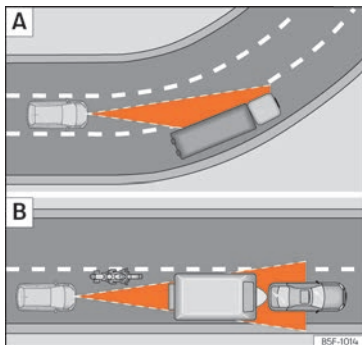

Abb. 238 [A] Fahrzeug in einer Kurve. [B] Vorausfahrender Motorradfahrer außerhalb des Erfassungsbereichs des Radarsensors.
Beim Ein- oder Ausfahren einiger Kurve kann es vorkommen, dass der Radarsensor das vorausfahrende Fahrzeug nicht mehr erfasst oder auf ein Fahrzeug auf der Nebenspur reagiert »» **Abb. 238** [A]. Es ist möglich, dass das Fahrzeug unnötigerweise bremst oder nicht mehr auf das vorausfahrende Fahrzeug reagiert. In diesem Fall muss der Fahrer eingreifen, indem er beschleunigt oder durch Betätigen des Bremspedals oder Drücken des dritten Hebels bis zur Position **CANCEL** »» **Abb. 235** ③ den Bremsvorgang abbricht.
Der Radarsensor kann schmale oder versetzt fahrende Fahrzeuge nur erkennen, wenn sich diese innerhalb seiner Reichweite befinden »» **Abb. 238** [B]. In diesen Fällen müssen Sie bei Bedarf selbst bremsen.